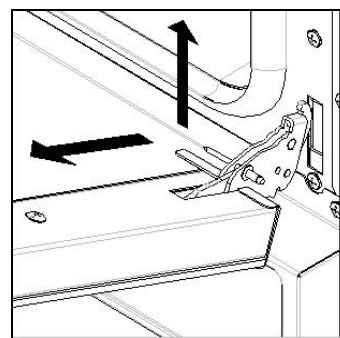

Рис. 5
- слегка приподнять дверку и снять ее (Рис. 5);